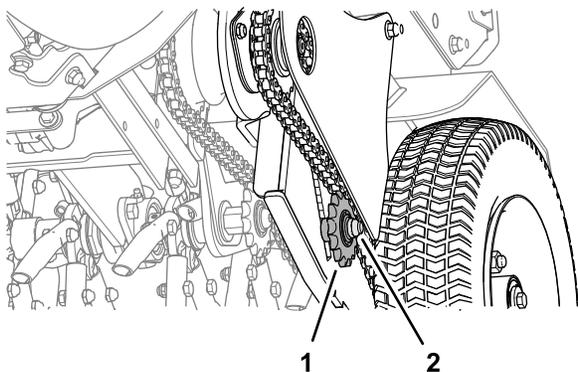

Figure 45
4. Pour régler la tension des chaînes, desserrez le boulon et le contre-écrou du tendeur, et poussez le pignon vers le haut pour tendre la chaîne (Figure 45).